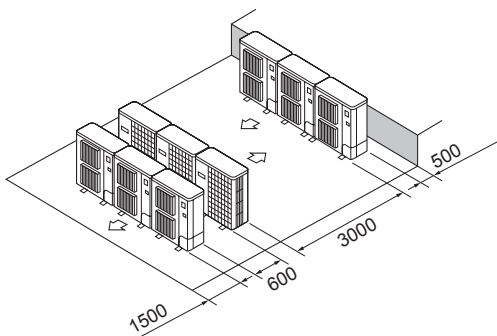

Fig. 2-17
- ⑥ Disposizione di diverse unità parallele (Fig. 2-17)